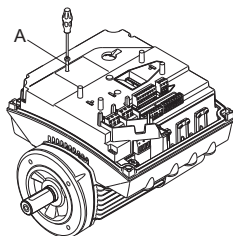

Рис. 62 Снятие крепёжного винта
3. Открутите крепёжный винт (рис. 62, поз. А).